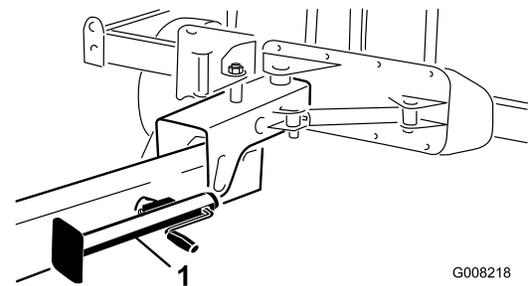

Рисунок 24
8. Для обеспечения устойчивости машины опустите домкрат на землю (Рисунок 24).